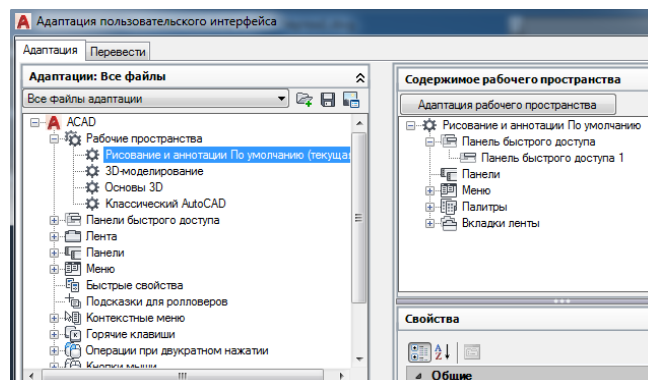

Рис. 3.
3) розглянемо опцію "адаптація". Дана опція служить для загальних параметрів користувацького інтерфейсу і робочого простору AutoCAD в тому числі. Після натискання на пункт «Адаптація» з'являється діалогове вікно «Адаптація призначеного для користувача інтерфейсу». У ньому ми бачимо список робочих просторів (рис. 3).